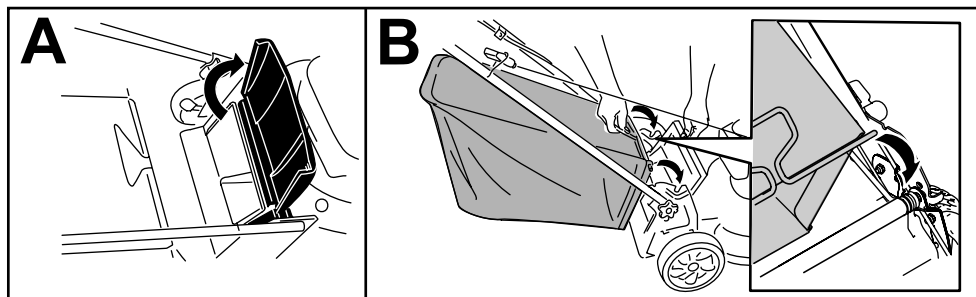

Bild 16
1. Heben Sie das hintere Ablenkblech an und halten Sie es hoch (A in Bild 16).
2. Setzen Sie den Grasfangkorb ein, stellen Sie sicher, dass die Stifte am Fangkorb in den Kerben am Holm sind (B in Bild 16).